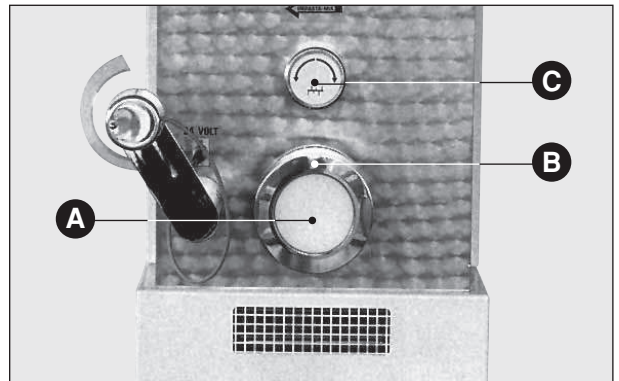

Abb. 3
- sich des weiteren versichern, ob der Plastikstöpsel (**Abb. 3 A**), der die Ziehvorrichtung ersetzt, gut sitzt und die Nutmutter (**Abb. 3 B**) gut geschlossen ist;
- schließlich das Mischgerät durch den Schaltknopf auf seinem Gehäuse sicher blockieren (**Abb. 3 C**).